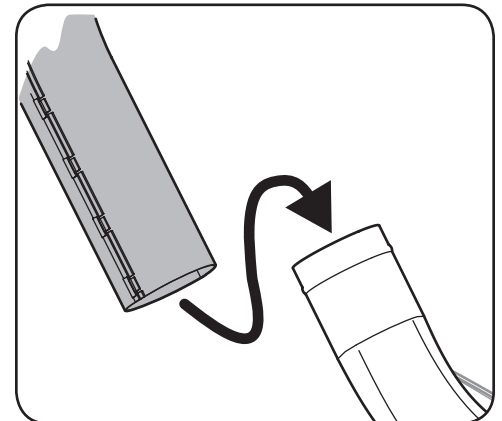

Figura 4-18
3. Ahora que se puede mover el tubo del canal de descarga para atrás y para adelante, deslícelo sobre el codo del canal montado sobre la plataforma de corte, como se ve en la Figura 4-18.